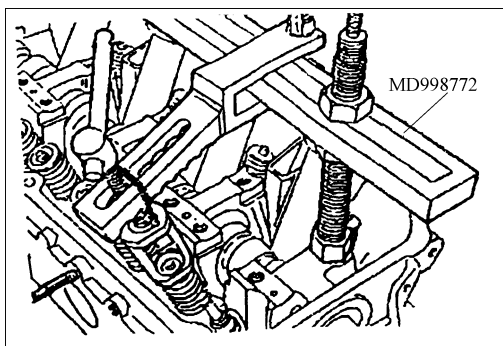

图 2-69 拆卸气门锁夹、气门及气门弹簧
2) 拆下气门锁夹、气门及气门弹簧。如图 2-69 所示, 使用专用工具拆下气门及弹簧等零部件。拆下的零部件应挂上标有气缸号及安装位置的标牌并保管好, 以备组装时再用。